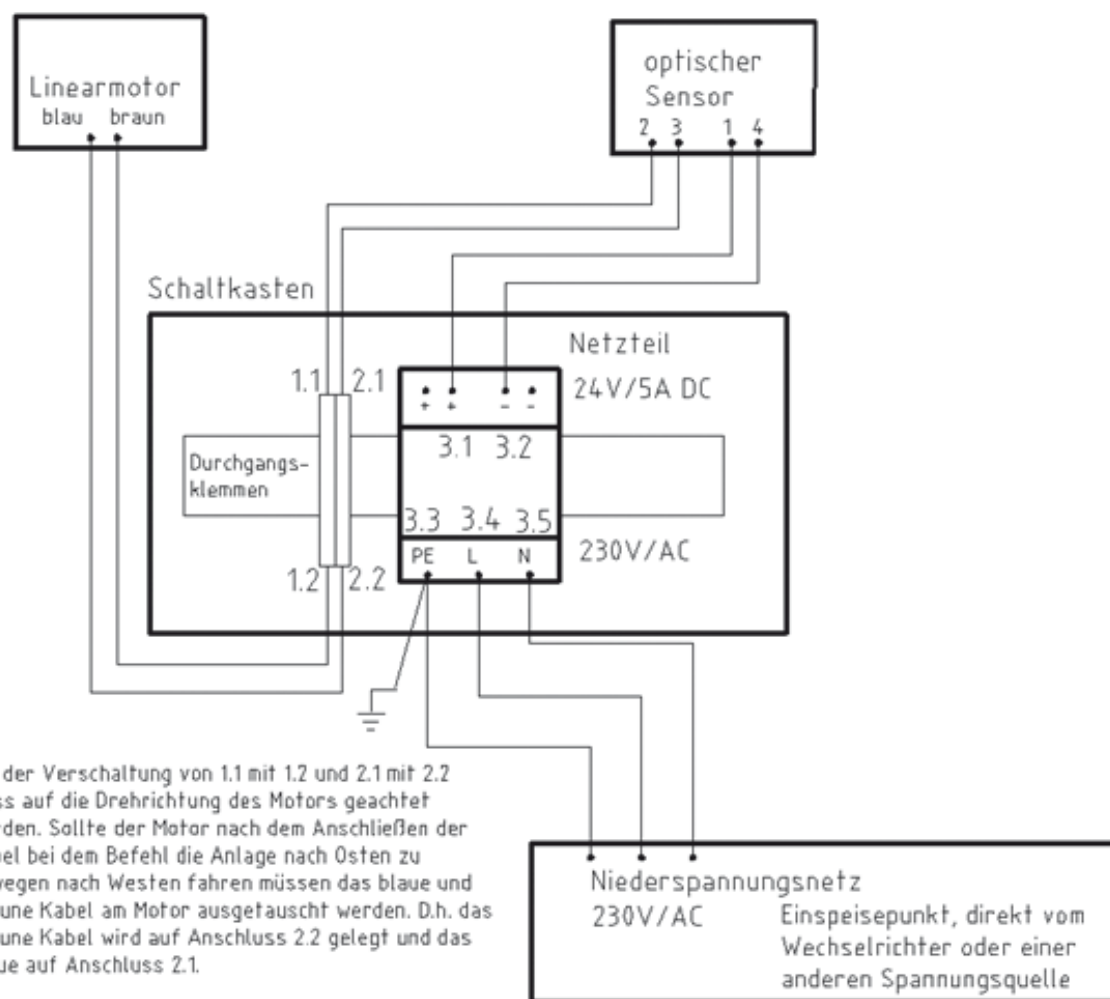

Abb. 3.5: Anschaltplan der optoelektronischen Steuerung
Die Klemmbelegung der Steuerung ist auf Abb. 3.5 dargestellt.
- Die Klemmbelegung der Steuerung ist auf Abb. 3.5 zu finden
1. Die Anschlussbelegung nach Anschaltplan (siehe Abb. 3.5) kontrollieren.
Der Sensor wird einseitig für 3 Minuten abgedunkelt. Wenn der Sensor nach rechts abgedunkelt wird, muss die Anlage nach ca. 3 Minuten nach links fahren. Sollte sie nach rechts fahren, müssen die Anschlüsse der Spannungsversorgung des Linearantriebes getauscht werden. (siehe Abb. 3.5)